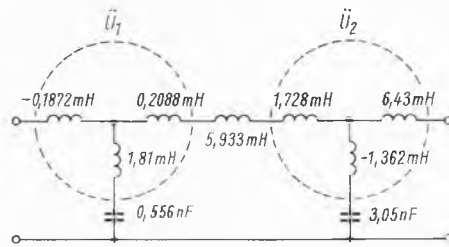

Bild 2. Dämpfungsverlauf des phasenlinearen Tiefpasses mit Elementen nach Bild 1 ( $f_B = 63 \text{ kHz} = \Omega = 1$ )
Die theoretischen Grundlagen einer möglichen Schaltung sind in der Literatur [1] enthalten. Auch in [2] wird ihr Prinzip kurz besprochen. Aus [1] stammt die Schaltung nach Bild 1, mit deren Hilfe sich die gestellte Aufgabe lösen läßt. Der Amplitudengang ist in Bild 2 dargestellt. Dabei steigt bis zur Grenzfrequenz  $\Omega = 1$  die Phase linear mit der Frequenz an. Die Größe der Schaltelemente gibt Formel (1) wieder, deren ursprüngliche Ermittlung in Zusammenhang mit dem vorgegebenen Amplitudengang und einem linearen Phasengang recht umständlich und nur mit Hilfe von Elektronenrechnern lösbar war.
tudengang ist in Bild 2 wiedergegeben. Die Messung der Phase bestätigt den erwarteten linearen Verlauf bis zur Grenzfrequenz.